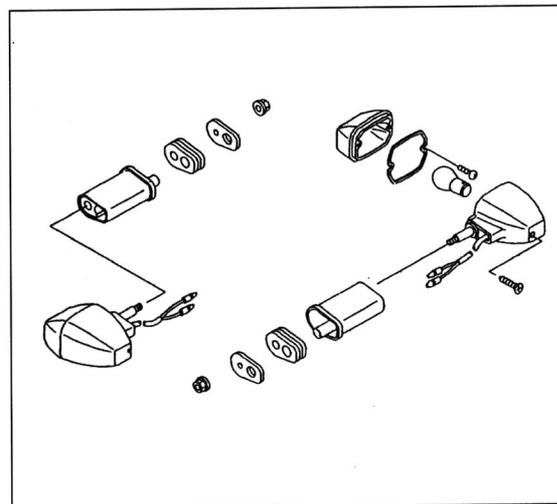

Bild 86
- Defekte Blinkerlampen nach Ausdrehen der Befestigungsschraube (Bild 86) des Blinkerglas-es herausnehmen (Bajonettstz: Lampe ein-drücken und gegen Uhrzeigersinn drehen).